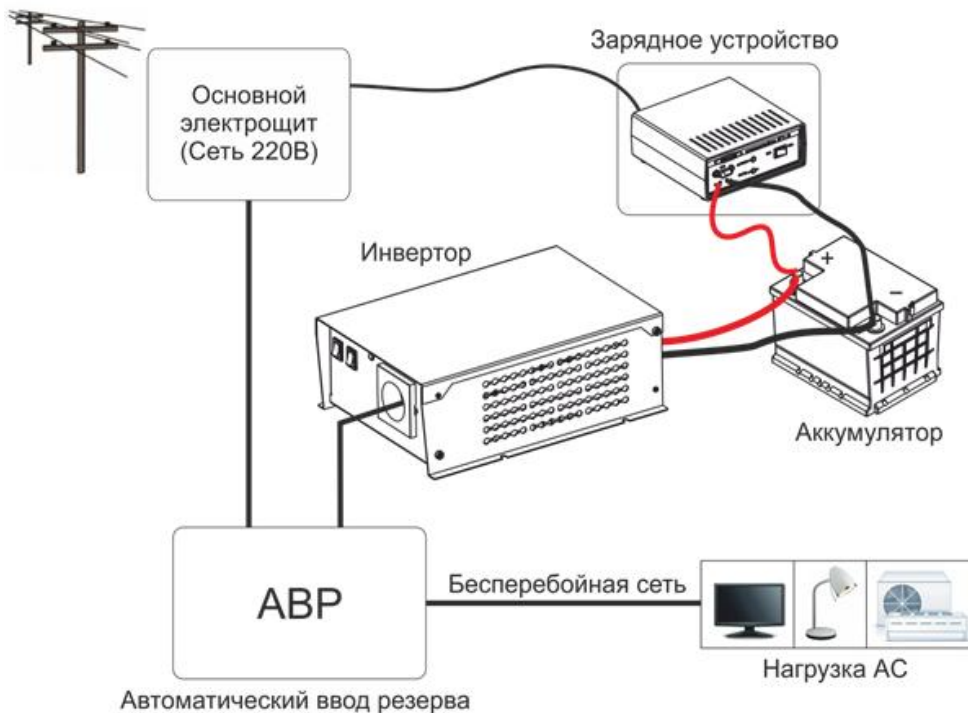

Рисунок 3 – Построение системы бесперебойного питания off-line типа на основе зарядного устройства, инвертора напряжения и АВР
7.1 Для построения системы бесперебойного питания off-line типа на основе зарядного устройства и инвертора напряжения необходимо применить автоматический ввод резерва (АВР), например, на основе реле выбора фаз РВФ-02 (см. рисунок 3). При наличии сетевого напряжения нагрузка питается непосредственно от сети ~ 220 В, при этом зарядное устройство заряжает аккумулятор и поддерживает его в заряженном состоянии. В случае отключения сетевого напряжения ~ 220 В нагрузка переключается на питание от инвертора.